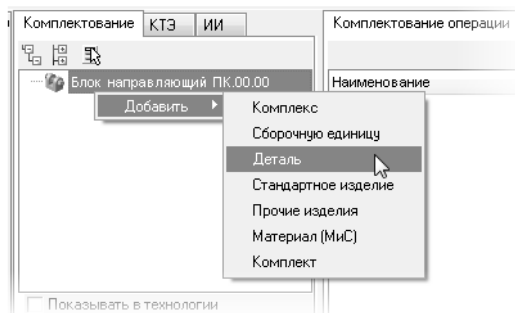

Рис. 11.5.
10. Перейдите на вкладку **Комплектование** в окне дерева комплектования и установите курсор на корневом элементе дерева (в нашем случае это *Блок направляющий ПК.00.00*). Щелкнув правой кнопкой мыши, выберите из контекстного меню **Добавить — Деталь** (рис. 11.5).